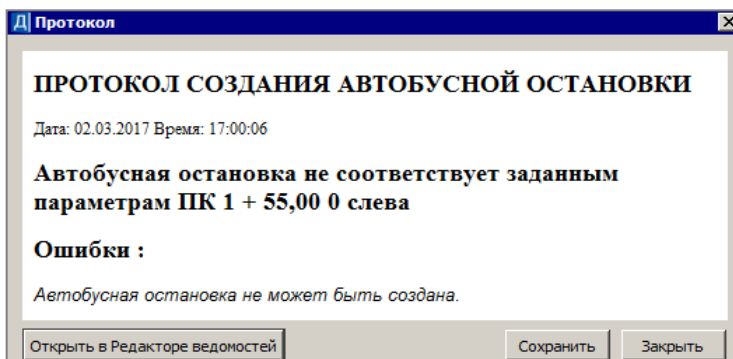

Рис. 27.8
**Исключение составляет посадочная площадка:** если не хватит места для создания полной длины этой площадки из-за другой АО или канализованного съезда (на съезде отслеживается зона по границам кромок закруглений), то такая остановка без исправления ситуации создана не будет. Программа сообщит об ошибке в протоколе (рис. 27.8).